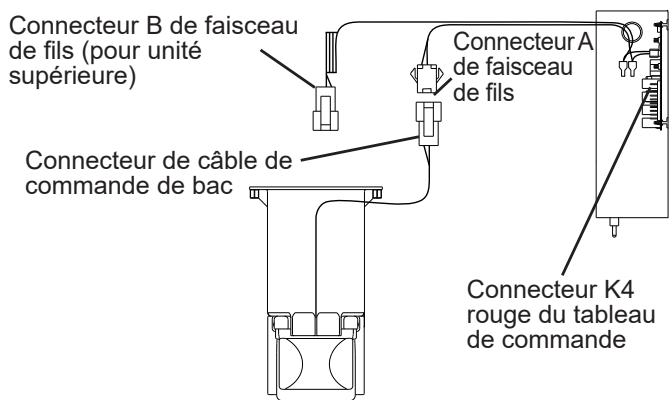

Fig. 4
- c. Utiliser la vis à oreilles retirée à l'étape précédente et celle fournie dans le sachet d'accessoires pour fixer l'ensemble de commande de bac dans le fond de la machine à glace. Voir fig. 4.